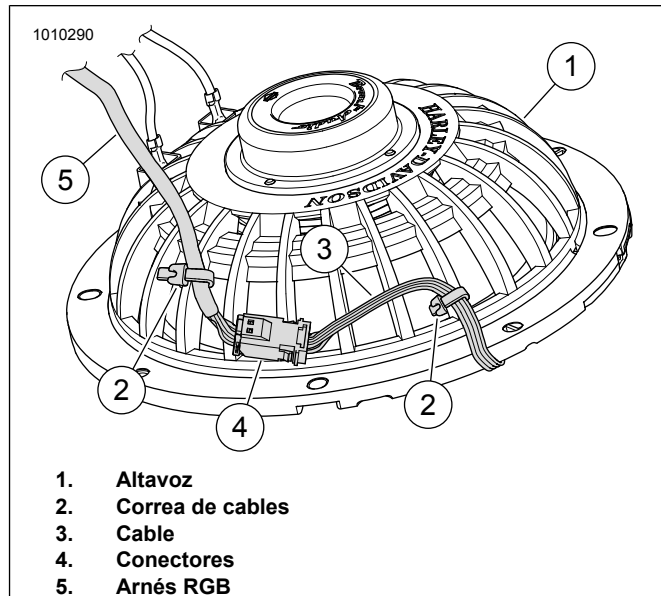

Figura 17. Parte trasera del altavoz, cable y amarre de cables
- a. Consulte la Figura 17. Una los conectores (4) del motor de la luz al arnés RGB.
- b. Pase el cable del motor de la luz (3) a lo largo de la parte trasera del altavoz (1) como se muestra. Para estabilizar los conectores (4), asegure el cable del motor de la luz (3) y el arnés RGB (5) con correas de cables (2) como se muestra.